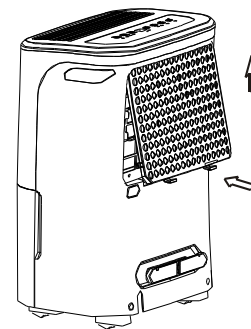

Fig. 10
- Adjuntar: Inserte el filtro de aire en la unidad de abajo hacia arriba. Ver la Fig. 10.